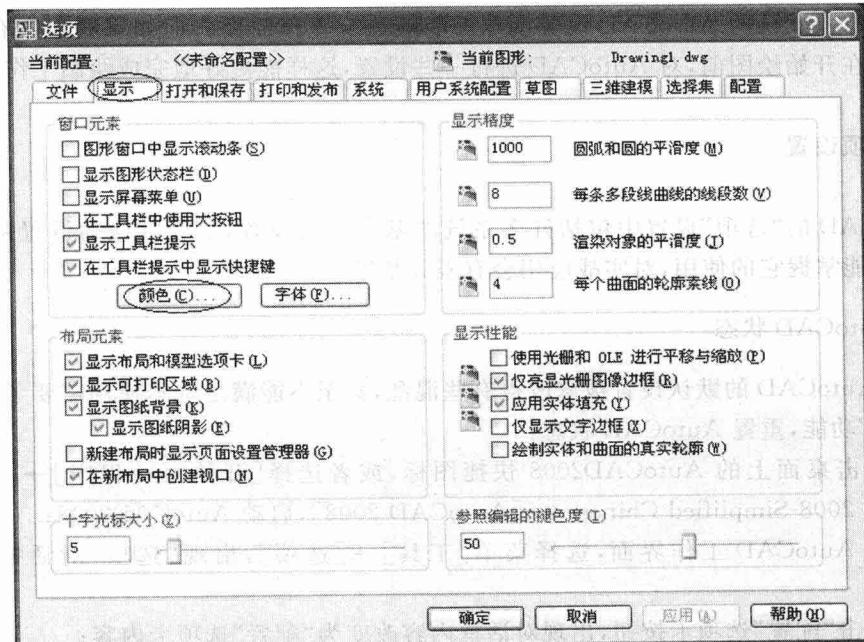

图 1-2 “选项”对话框中的“显示”选项卡内容
(1) 在“选项”对话框中，单击“显示”选项卡按钮，如图 1-2 所示；